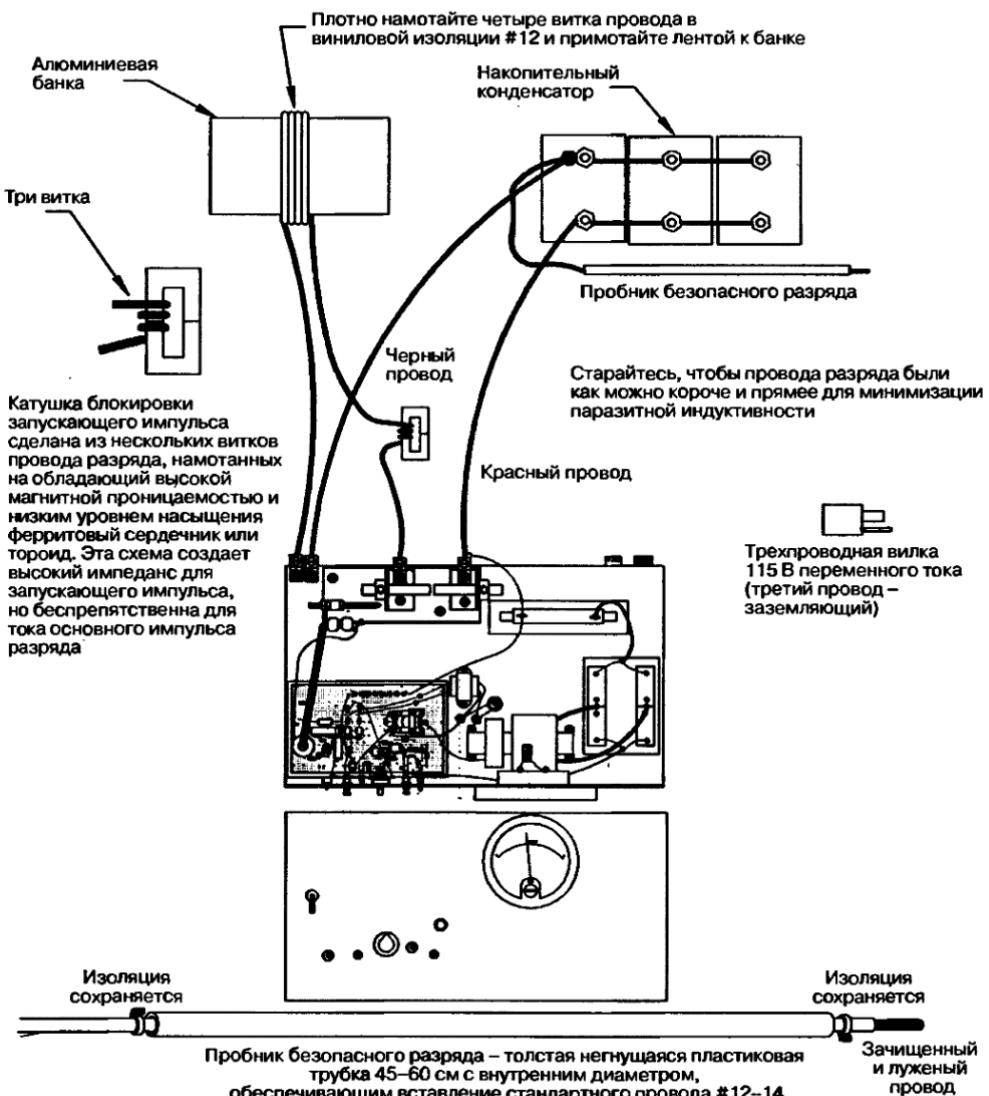

Рис. 7.2. Подключение магнитного деформатора банок
- Соберите деформирующую и блокирующую катушки, как показано на рис. 7.2.